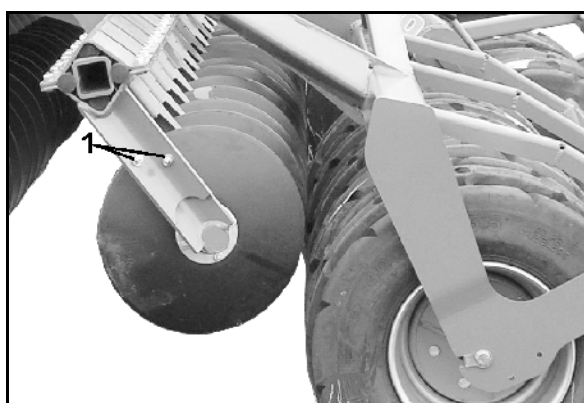

Fig. 43
2. Verschraubungen (Fig. 43/1) lösen.